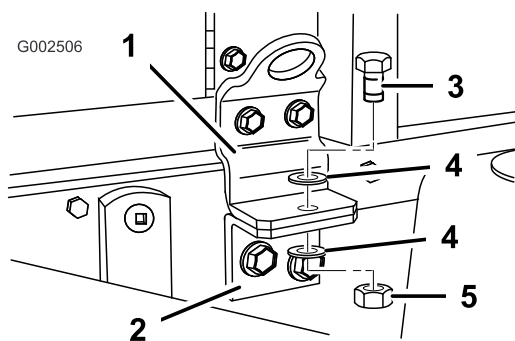

Figure 24
15. Fixez l'ensemble patin de cuve au châssis par un boulon (1/2 x 1-1/2 pouces), deux rondelles (1/2 pouce) et un contre-écrou (1/2 pouce), comme illustré à la Figure 24.